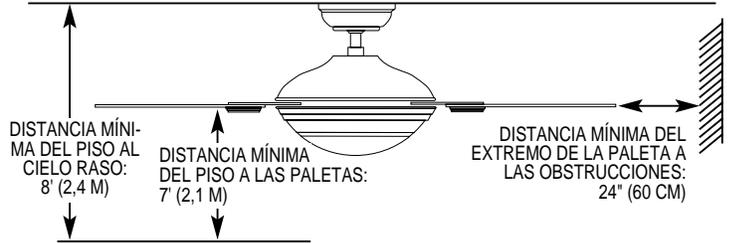

FIGURA 1. Distancias entre el ventilador y las paredes.
B. Se incluyen los herrajes necesarios para la instalación en paredes o cielos rasos estándar de tipo seco. Se necesitará una caja de conexiones de 4" x 1-1/2" o de 4" x 1/2" para hacer las conexiones y (2) tuercas para alambres, que se pueden comprar en cualquier ferretería o casa de efectos eléctricos.
C. Las paletas del ventilador se deben instalar a una altura no menor de 7' (2,1 metros) del piso. Para rendimiento máximo, no debe haber ninguna obstrucción (paredes, postes, etc.) a menos de 24" (60 cm) de las puntas de las paletas. Vea información en la Figura 1 sobre las distancias de montaje.